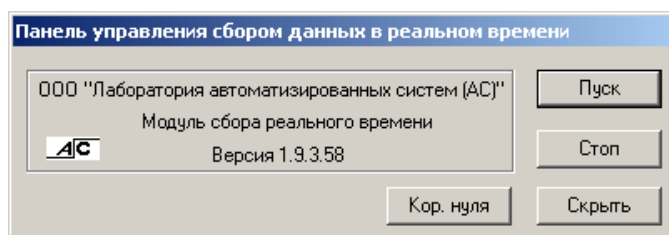

Рисунок 18
2.3. Если на первой закладке сценария режим "**Автоматический запуск**" выбран не был, для начала измерений необходимо кнопкой  панели задач Windows вызвать "**Панель управления сбором данных**" и нажать кнопку "**Пуск**" (см. Рисунок 18).